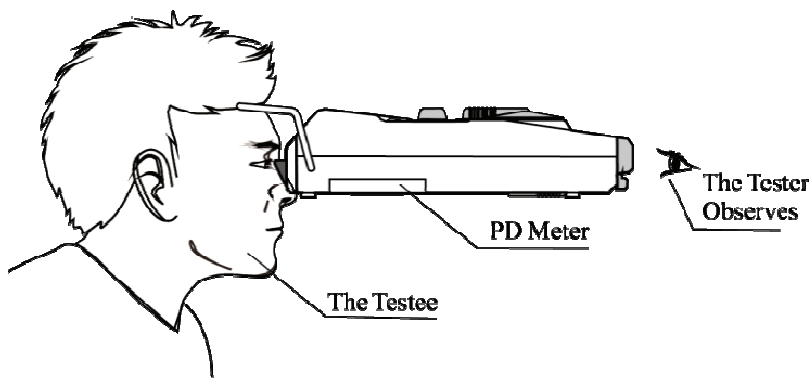

Figure 6
- b. Placez légèrement le support frontal sur le front des personnes testées et le support nasal légèrement sur l'arête nasale de la personne testée, puis maintenez l'appareil à l'horizontale (comme indiqué sur la Fig.6).